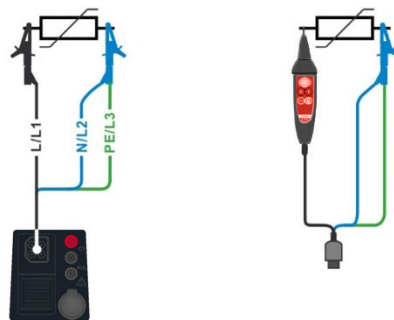

Abbildung 7.14: Anschluss der 3-Leiter-Prüfleitung und der optionalen Commander-Prüfspitze (044155)
- › Schließen Sie die Prüfleitungen am Prüfobjekt an (siehe **Abbildung 7.14**.)